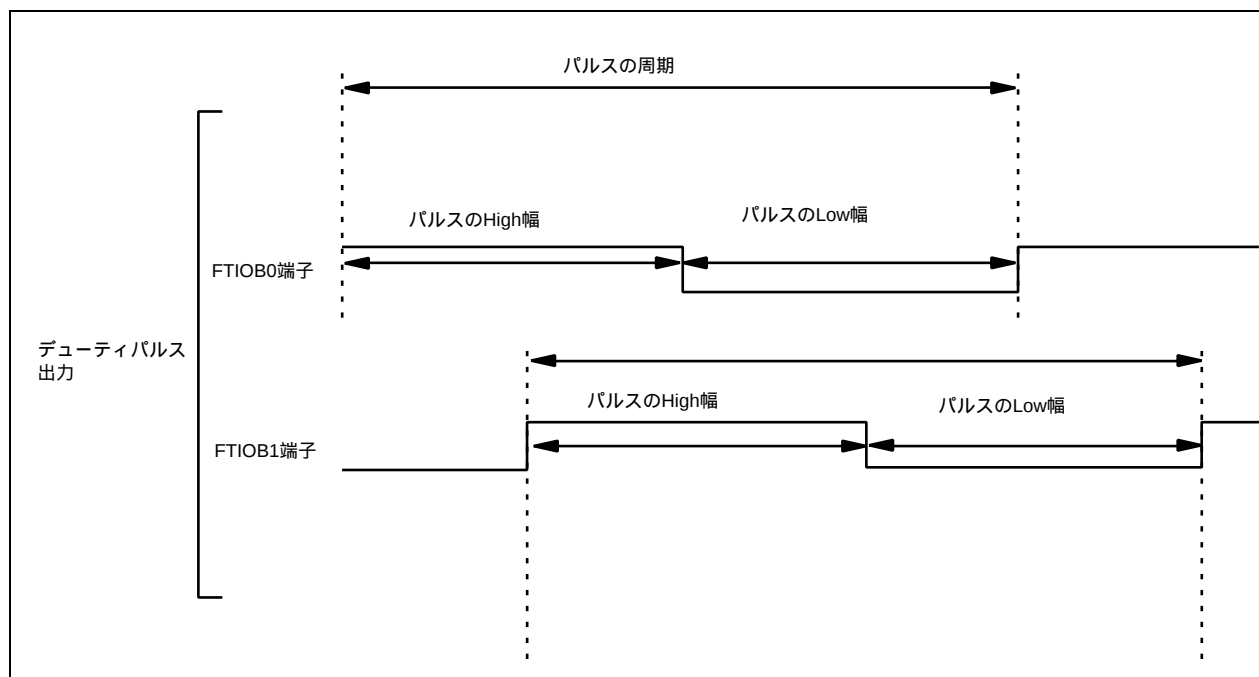

図 1.1 PWM 出力
- 図 1.1 に示すように、パルス High 幅を変化させ、デューティ変化できるパルス（デューティパルス）を出力します。